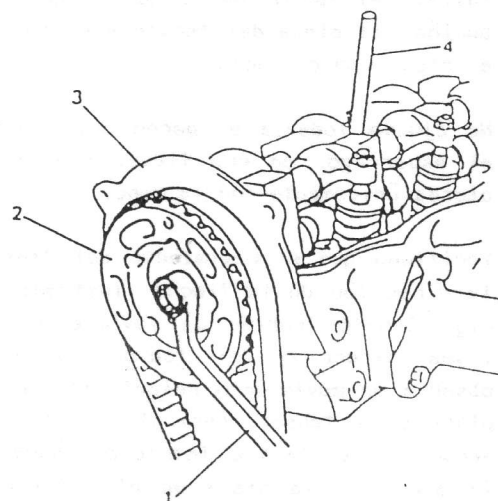

Fig. 3-6-44
- (A) Util de retención (09924-17810)
Monte el pasador del engranaje en la ranura de la polea del árbol de levas. Ajuste el perno del engranaje al par de apriete especificado con la herramienta especial (1) aplicada de la forma indicada en la Fig. 3-6-44.